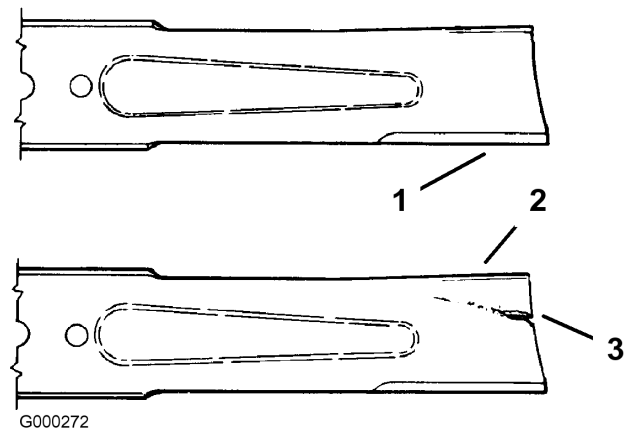

Figure 37
1. Examinez le tranchant des lames (Figure 37). Si les lames ne sont pas tranchantes ou si elles présentent des indentations, déposez-les et aiguisiez-les (voir Aiguisage des lames).
2. Inspectez les lames, surtout la partie incurvée (Figure 37). Remplacez immédiatement toute lame usée, endommagée ou qui présente une entaille (repère 3 de la Figure 37).